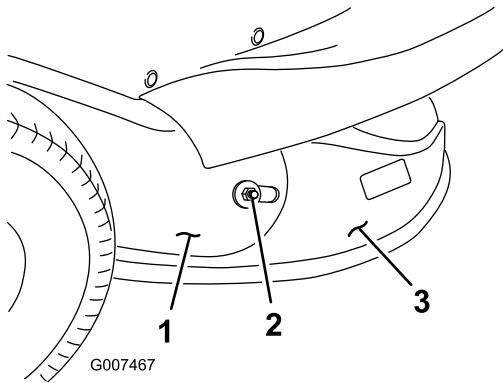

Figura 17
8. Togliete il dado e la rondella esterna che fissano la guida di scarico al tubo di scarico (Figura 17).
14. Montate il dado e la rondella esterna che fissano la guida di scarico al tubo di scarico (Figura 17).